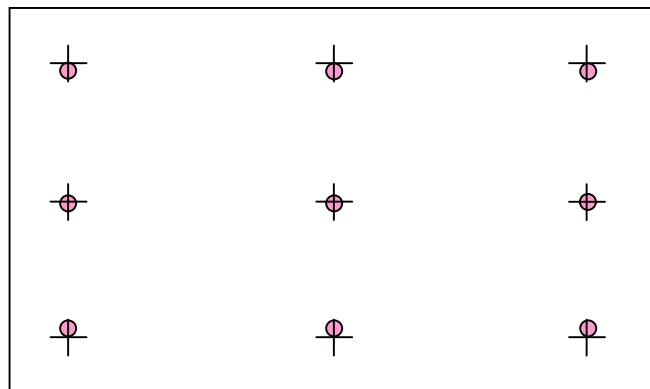

図 3-2-2-1. キャリブレーションタッチポイント
- ① [スタートメニュー]-[すべてのプログラム]-[UPDD]-[キャリブレーション] を選択し、キャリブレーションを開始します。
- ② 十字のターゲットが表示されます。上段のポイントと下段のポイントでは、十字の中心からずらして図 3-2-2-1 に示す赤いポイント付近をタッチします。
- ③ すべてのポイント入力が終わると確認画面が表示されます。
- ④ 問題がなければ [OK] ボタンを押してキャリブレーションを終了します。